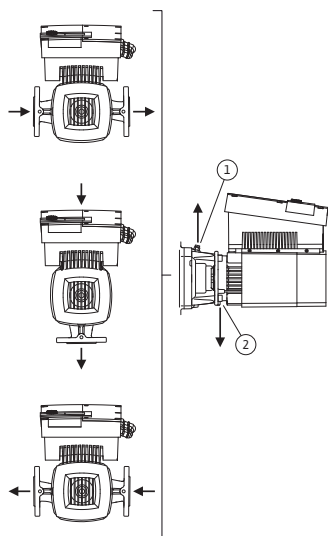

Fig.23: Dopuszczalne pozycje montażowe z poziomym wałem silnika
Dopuszczalne pozycje montażowe z poziomym wałem silnika i modułem elektronicznym skierowanym w górę ( $0^\circ$ ) są przedstawione na rys. 23. Nie przedstawiono dopuszczalnych pozycji montażowych z modułem elektronicznym zamontowanym z boku ( $\pm 90^\circ$ ). Dozwolone jest każde położenie montażowe, z wyjątkiem montażu „moduł elektroniczny skierowany w dół” ( $-180^\circ$ ). Odpowietrzanie pompy jest zapewnione tylko wtedy, gdy zawór odpowietrzający jest skierowany w górę (rys. 23, poz. 1).
Tylko w tej pozycji ( $0^\circ$ ) spływający kondensat może być odprowadzany przez odpowiedni otwór, latarnię pompy oraz silnik (rys. 23, poz. 2).
- Przy poziomym wale silnika otwór na kondensat musi być skierowany w dół (rys. 23, poz. 2). W razie potrzeby odpowiednio obrócić silnik.